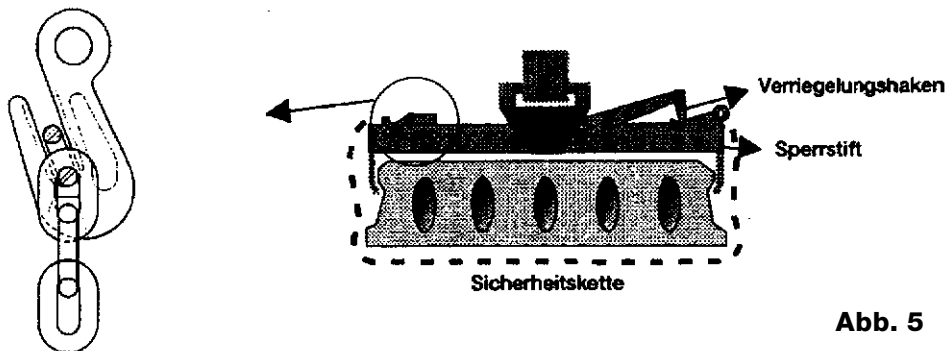

Abb. 5
- Beide Klemmen können mit Hilfe einer Aufwärtsbewegung des Verriegelungshakens entriegelt werden (siehe Abb. 5).
- Kette gut unter Spannbeton-Hohlplatte anspannen und Kettenglied (siehe Abb. 5) quer in Einkürzhaken anbringen. Jetzt kann die Spannbeton-Hohlplatte sicher transportiert werden.